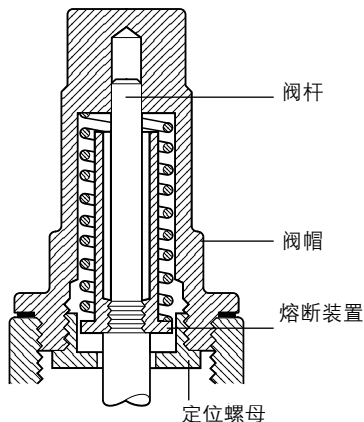
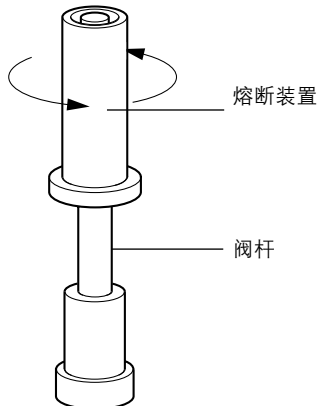

图 7
图 8
(参见图7和图8)
-更换或重新设置熔丝，隔离阀门，并拆下阀帽（见图7）。
-现在熔丝可以从杆上拆下，如图8装上新的。